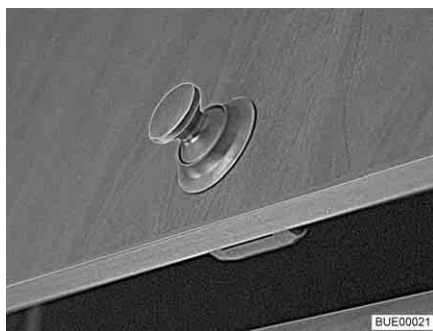
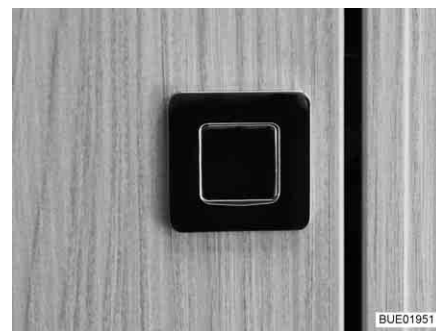

Bild 56 Skåplucka med rund tryckknapp
Bild 57 Skåplucka med rektangulär tryckknapp
- Tryck på låsets inre del. Tryckknappen (Bild 56 och Bild 57) skjuts ut.